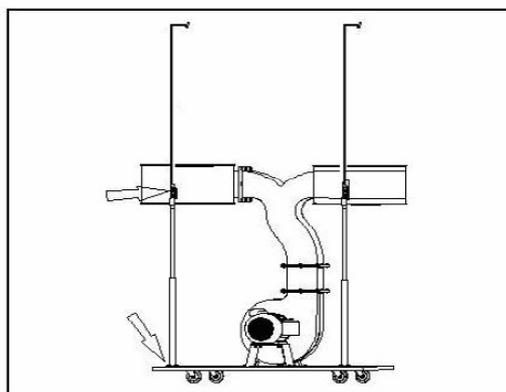

Fig 6
Installer to opsamlingsstøtter (F) og to øverste poseholdere (E) som vist i fig. 6